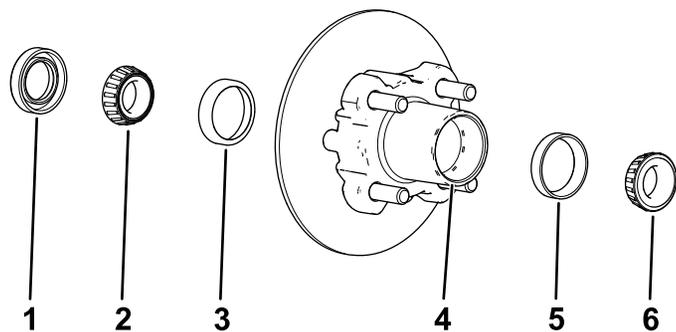

図 32
1. ハブから外側のベアリングとベアリングレースを取る 図 32。
2. ハブから、シール、内側のベアリングを外す 図 32。
5. ハブについているグリス、ごみなどをきれいに除去 図 32。
- キャビティの50-80 %程度にグリスを詰める 図 32。
- ハブの内側に内側ベアリングを取り付け、シールをはめる 図 32。